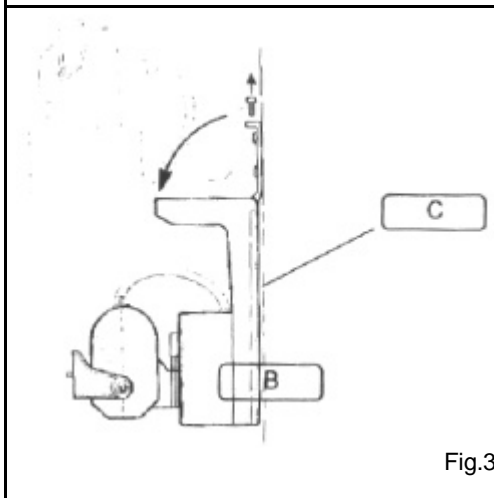

Fig.3
5. Agganciare in sequenza il coperchio C ed il brandeggio alla placca di alluminio B (Fig.3).